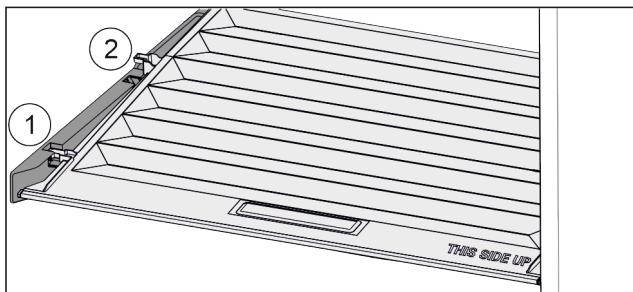

Fig. 82
- Кришку до отвору в деталях для підтримки потягнути вперед Fig. 82 (1).
- Підняти ззаду знізу та вийняти Fig. 82 (2) вгору.